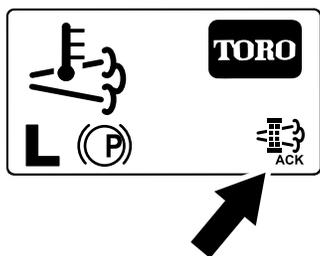

Рисунок 59
8. В ходе процесса регенерации дисплей инфо-центра показывает главный экран и в правом нижнем углу экрана отображается значок подтверждения регенерации (Рисунок 59).